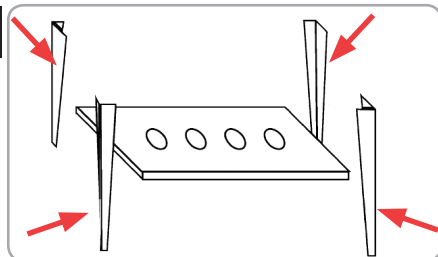

Fig.3
Asamblarea suportului: Fig. 3
- Asamblați suportul conform figurii (Fig. 3)